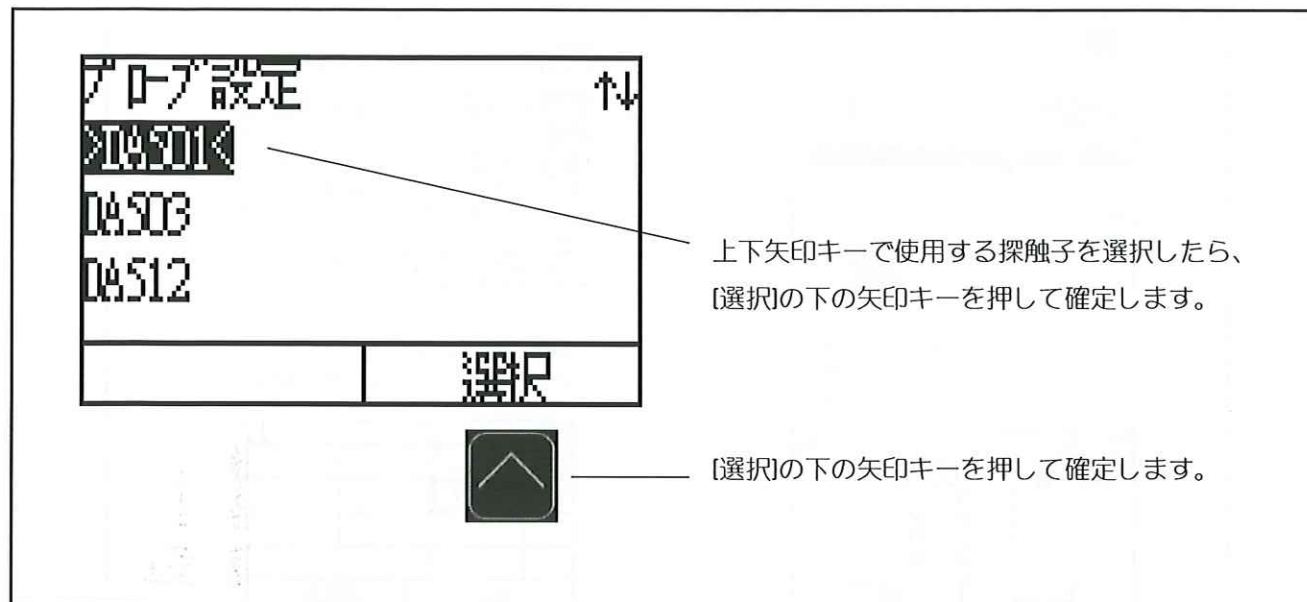

図 4: プローブ設定モード
- プローブ設定モード：使用するプローブの種類を選択します。選択したプローブの種類により基本的な設定条件が決まります（図 4）